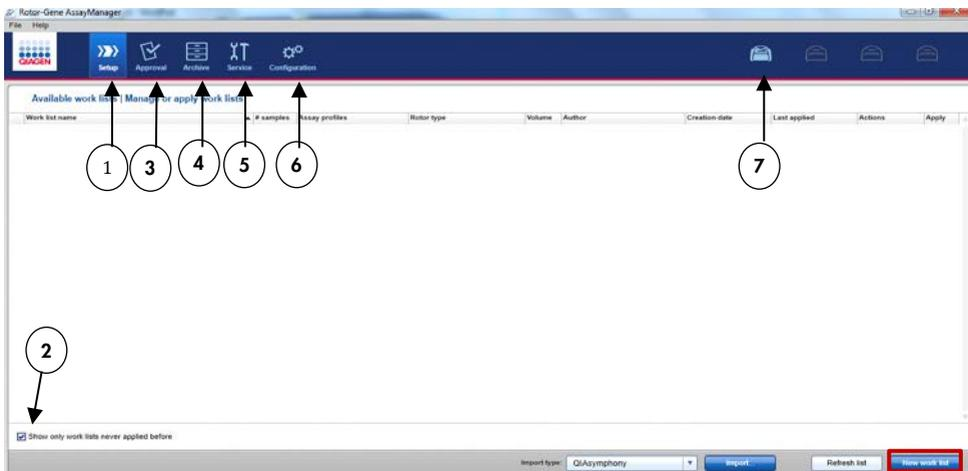

Figure 7. Description des différents onglets présents dans le logiciel RGAM.
14. Se connecter en tant qu'utilisateur avec le rôle « Operator » dans le mode fermé. Cliquer sur « OK ». L'écran du logiciel Rotor-Gene AssayManager s'ouvre (Figure 7, page suivante).
17. Cliquer sur « Nouvelle liste de tâches » (Figure 7).